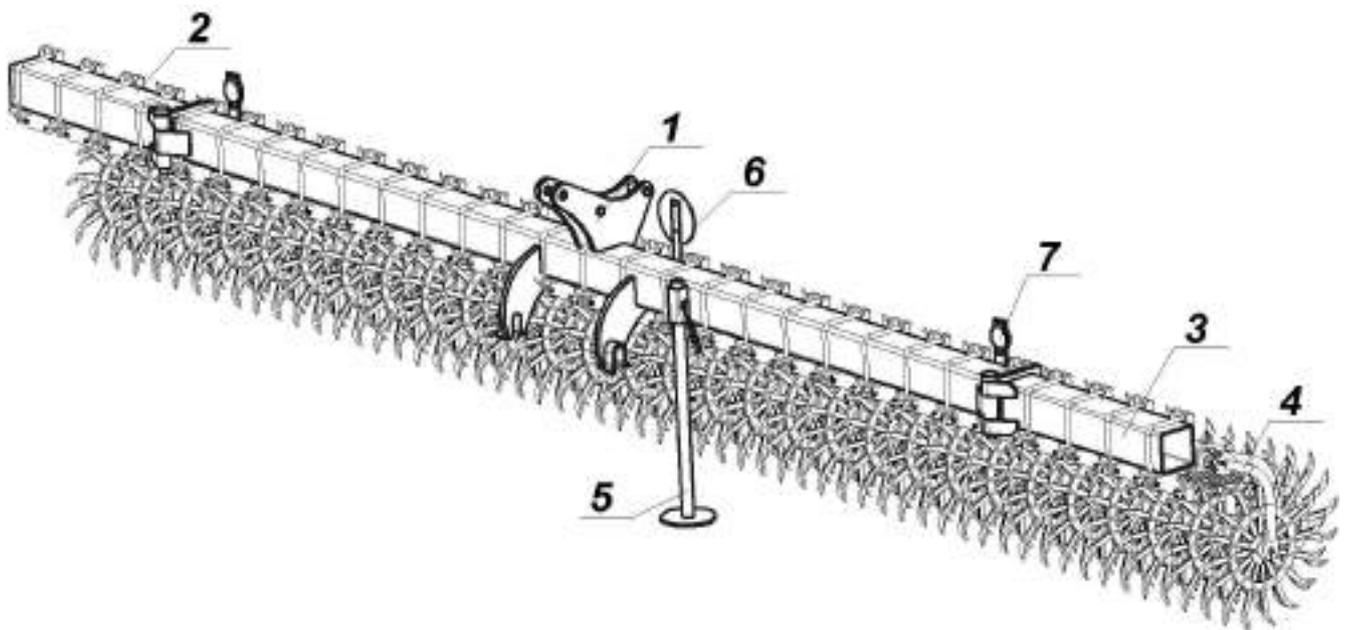
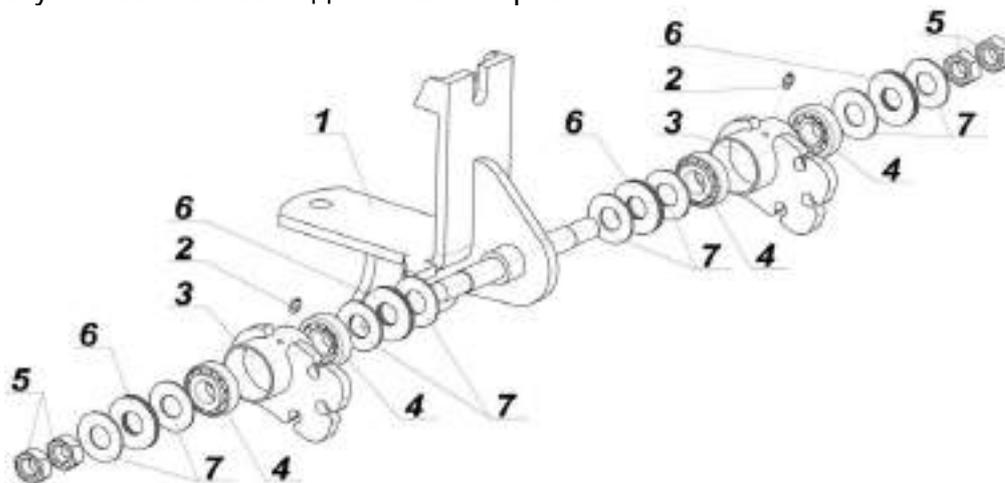

Рисунок 1. Борона ротационная навесная «Агролюкс-7,0»
Рисунок 6 – Кронштейн в сборе (БРН-5,8.53.000А)
Борона ротационная навесная (рисунок 1, 2) представляет собой навесную или прицепную (в зависимости от модификации) машину и состоит из рамной конструкции шириной захвата 2-18 м и навешанных вдоль её ширины захвата рабочих органов 4. Борона состоит из следующих основных частей: рамы 1, крыльев 2, рабочих органов 4, стойки 5, габаритов 7 и знака ограничения скорости 6.
- рабочее положение (рисунок 1);
В рабочем положении (рисунок 1) крылья разложены вдоль бруса центральной рамы, крылья с рамой зафиксированы болтовыми соединениями на фланцах (рисунок 6).